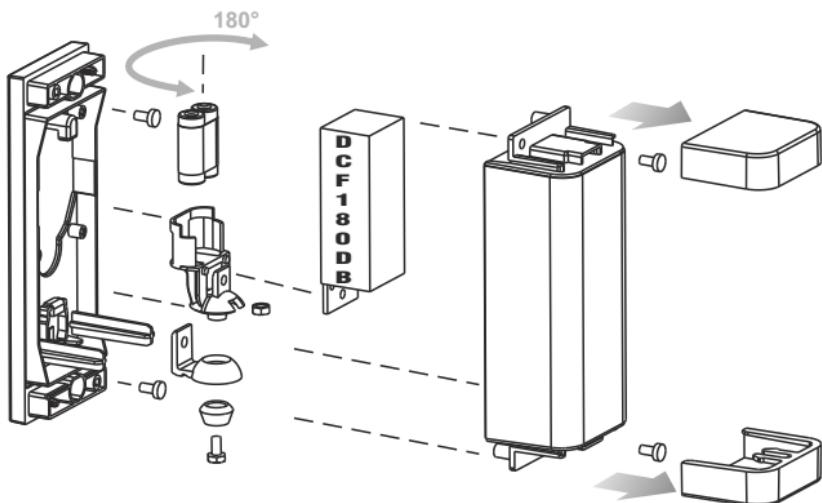

FIG. 1
Fixer la cellule photoélectrique et effectuer les branchements comme indiqué sur la Fig. 1 (RX) Fig. 2 (TX). Couvrir la cellule photoélectrique à l'aide du panneau avant et fixer ce dernier à l'aide des vis fournies en équipement. Couper le rayon plusieurs fois et contrôler la bonne réponse du relais.
Bevestig de fotocellen en maak aansluitingen zoals getoond in Fig.1 (RX) en Fig.2 (TX). Bedek de fotocel met het voorste gedeelte en zet vast met de meegeleverde schroeven. Passer het fotocelbereik meerdere keren om de reactie van het relais te controleren.